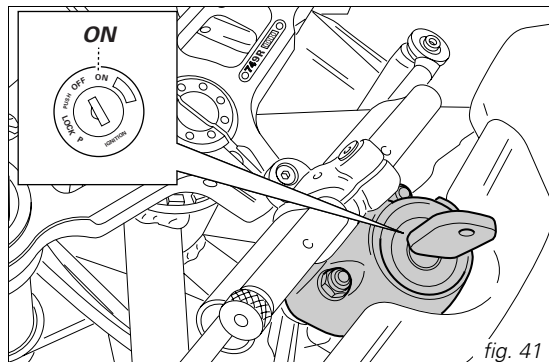

fig. 41
1) Spostare l'interruttore d'accensione sulla posizione ON (fig. 41). Verificare che la spia verde N e quella rossa  sul cruscotto risultino accese.